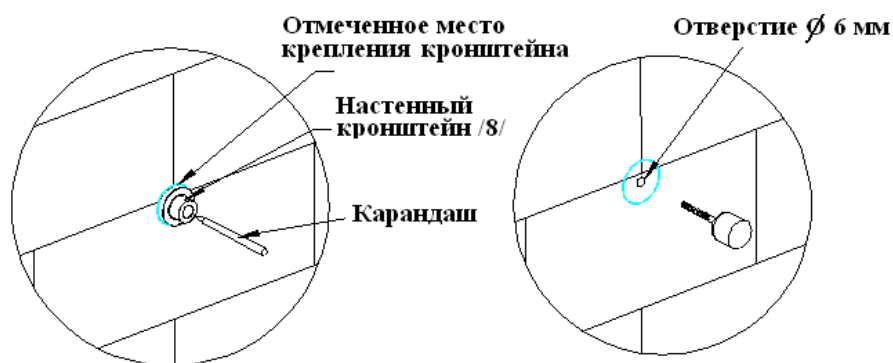

Рис.11
2.2 Снимите штангу, поставьте кронштейн /8/ отмеченное место, карандашом пометьте центральное отверстие, электрической дрелью просверлите отверстия  $\varnothing$  6 мм (рис.11).